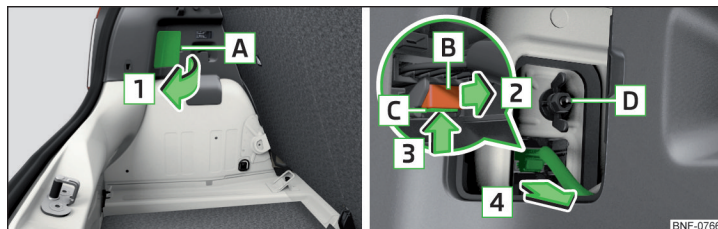

Fig. 147 Desmontar la lámpara / Quitar el conector
- Levante el tapacubos en el área **A** en el sentido de la flecha **1** » fig. 147.
- Atornille y fije la tuerca plástica **D** » fig. 147.